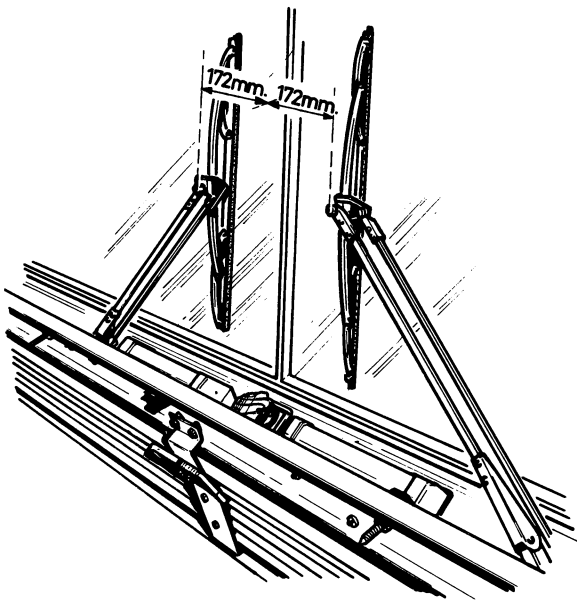

Fig. 21.
9. Meet de afstand tussen het ruitewisserblad en het midden van de voorruit. De afstand moet 172 mm bedragen (fig. 21).
9. Mesurer la distance entre le balais et le centre du pare-brise. Celle-ci doit être 172 mm (fig. 21).